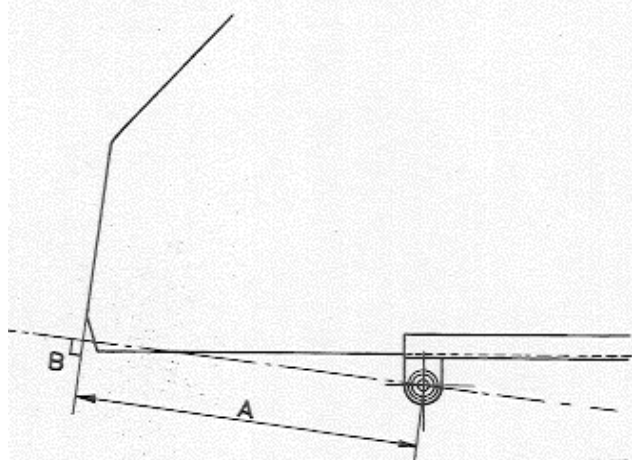

Abb. 27 Einbaumaße für Türscheibe (Vordertür, 74-):
1. Türscheibe gemäß zutreffender Maßzeichnung (Abb. 27 bzw. 28) in die Schiene des Fensterhebers einsetzen.